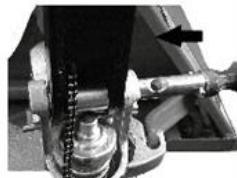

Fig. 6: Colocação do veio
- a. Introduzir o timão (1) no êmbolo da bomba. Com um martelo, cravar o veio com orifícios pela direita de modo a juntar as duas unidades (Fig. 6).